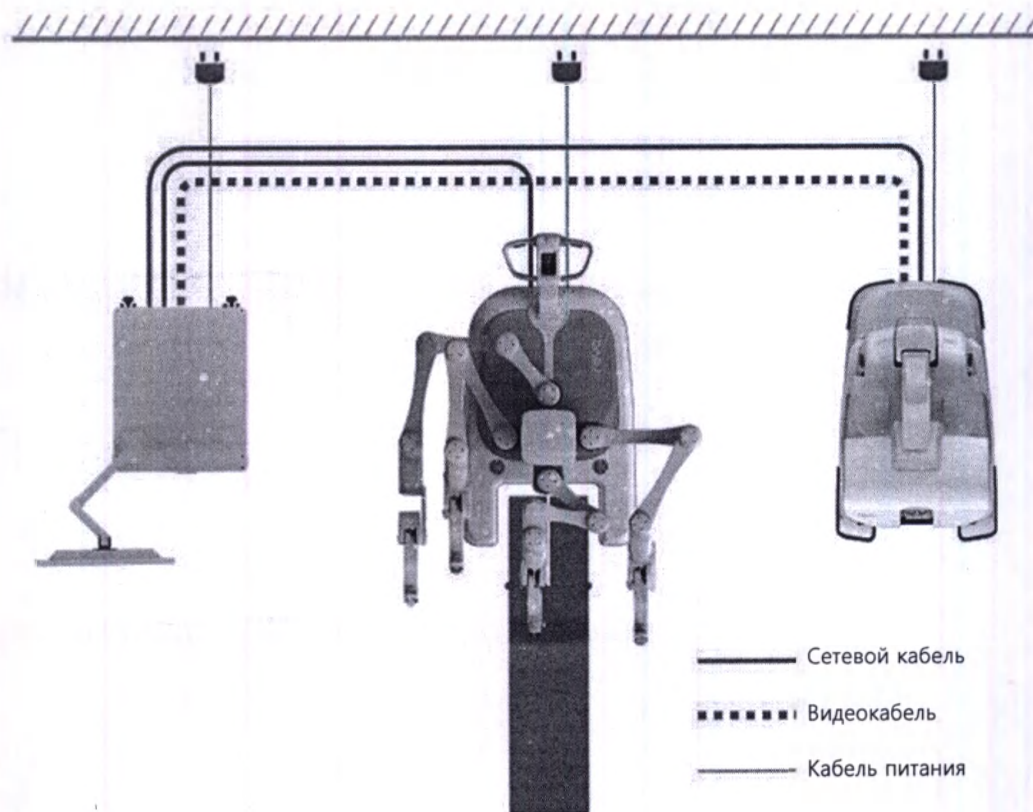

Рисунок 4-1. Конфигурация и размещение системного кабеля
- Системный кабель должен оставаться подключенным, как показано на рис.4-1.